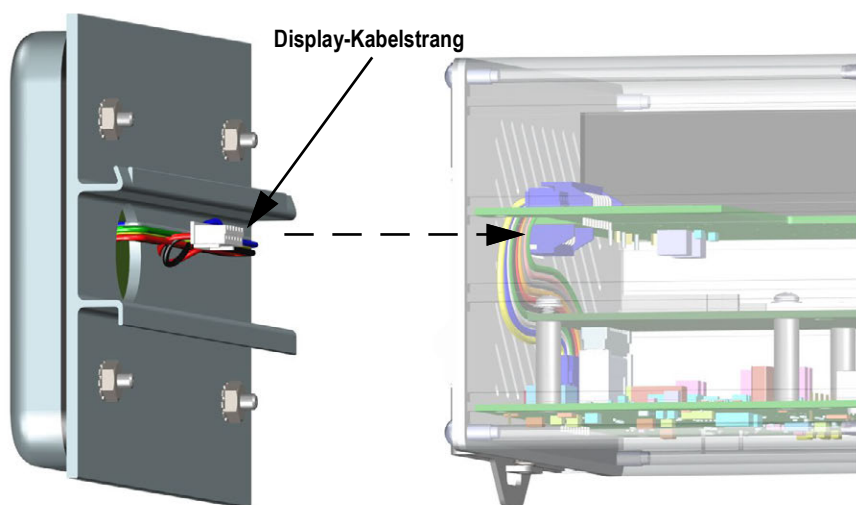

Abbildung 2-7. Display-Kabelstrang
4. Den Display-Kabelstrang (siehe Abbildung 2-7) abziehen.